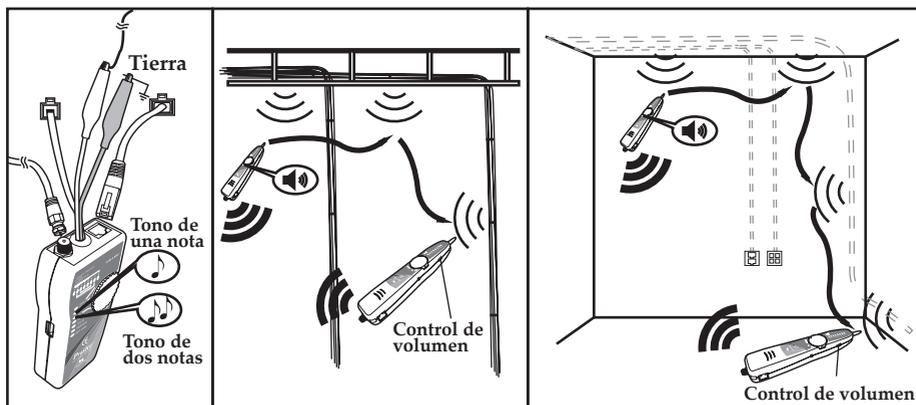

Figura 3 Localización de cables
Para localizar cables, proceda del siguiente modo (Figura 3):
1. Conecte la pinza tipo cocodrilo negra del generador de tonos a tierra y a continuación conecte la pinza roja a un conector o bloque de conexión como se muestra en la figura 3.